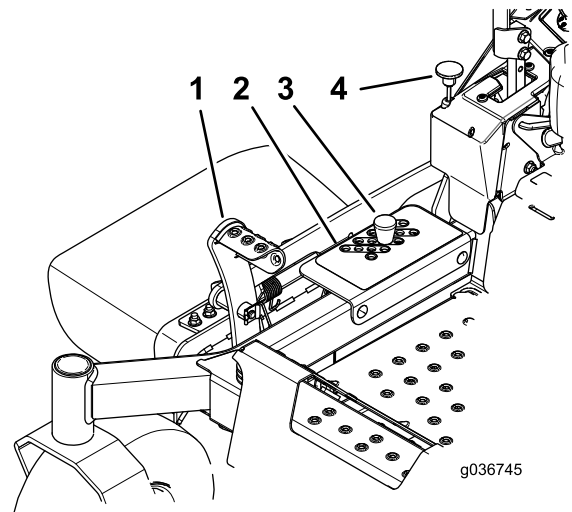

Figura 35
2. Pise el pedal de elevación de la carcasa y eleve la carcasa a la posición de TRANSPORTE (que es también la posición de Altura de corte de 127 mm o 5") como se muestra en Figura 35.
3. Retire el pasador del soporte de altura de corte (Figura 35).
4. Seleccione el taladro del soporte de altura de corte que corresponde a la altura de corte deseada, e inserte el pasador (Figura 35).